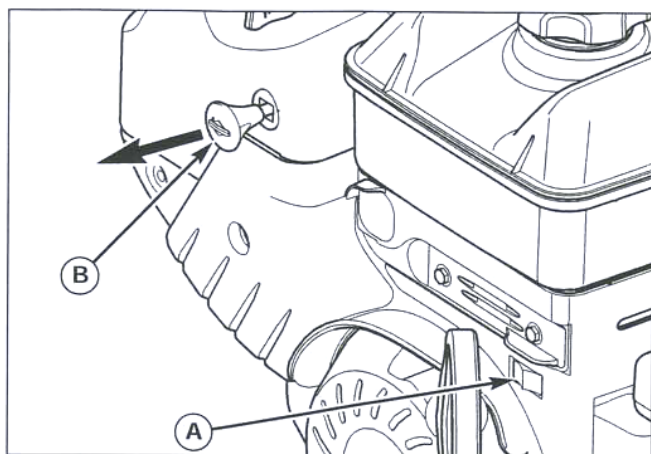

Рис. 7. Остановка двигателя
1. Переведите выключатель зажигания (А, рис. 7) в положение останова.